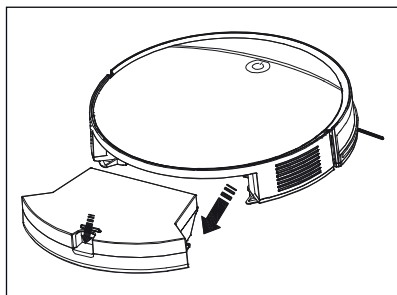

Fig. 7
- 1) Tryk på oplåsningsknappen **13** på støvbeholderen **14**, og tag den ud af produktet (se fig. 7).